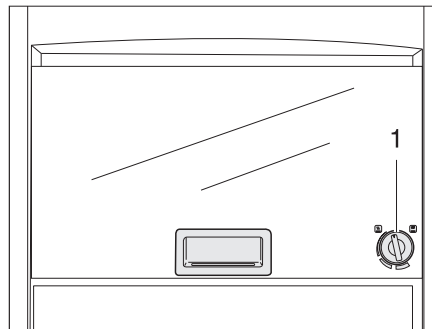

Bild 315 Gasugn (Dometic)
- Tryck lätt på vridregulatorn (Bild 315,1) och vrid den åt vänster till valfritt läge.
- Vrid vridregulatorn (Bild 315,1) till "O". Flammen slocknar.